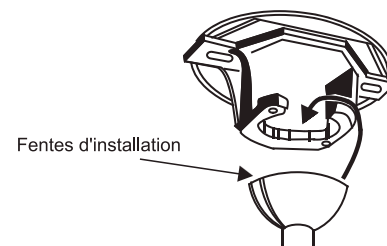

Fig. 12
Placez la balle de suspension sur la tige de suspension, insérez la broche transversale dans la tige de suspension et serrez. Serrez maintenant la vis de pression. (Fig.12).
Étape10. Soulevez le moteur en position et placez la boule de suspension dans le support de montage au plafond. Tournez l'ensemble jusqu'à ce que Check Tab (languette de contrôle) se trouve dans Registration Slot (Fente d'installation) et qu'il soit fermement logé (Fig.12). Le moteur entier ne doit pas tourner (à gauche ou à droite) lorsque l'installation est bien logée.